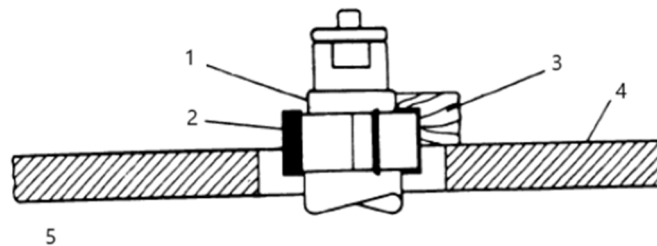

Figura 6
5. În niciun caz, o piesă mică de prelucrat nu trebuie să fie modelată pe coliere, așa cum se arată în figura 6.